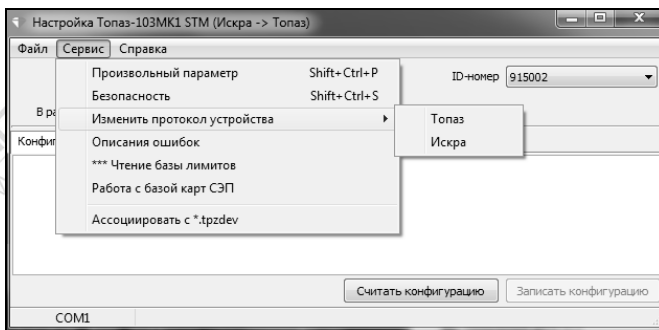

Рисунок 2
7.3 Для изменения протокола связи с ПК нажать в меню кнопку "Сервис"–>"Изменить протокол устройства" (рисунок 2).